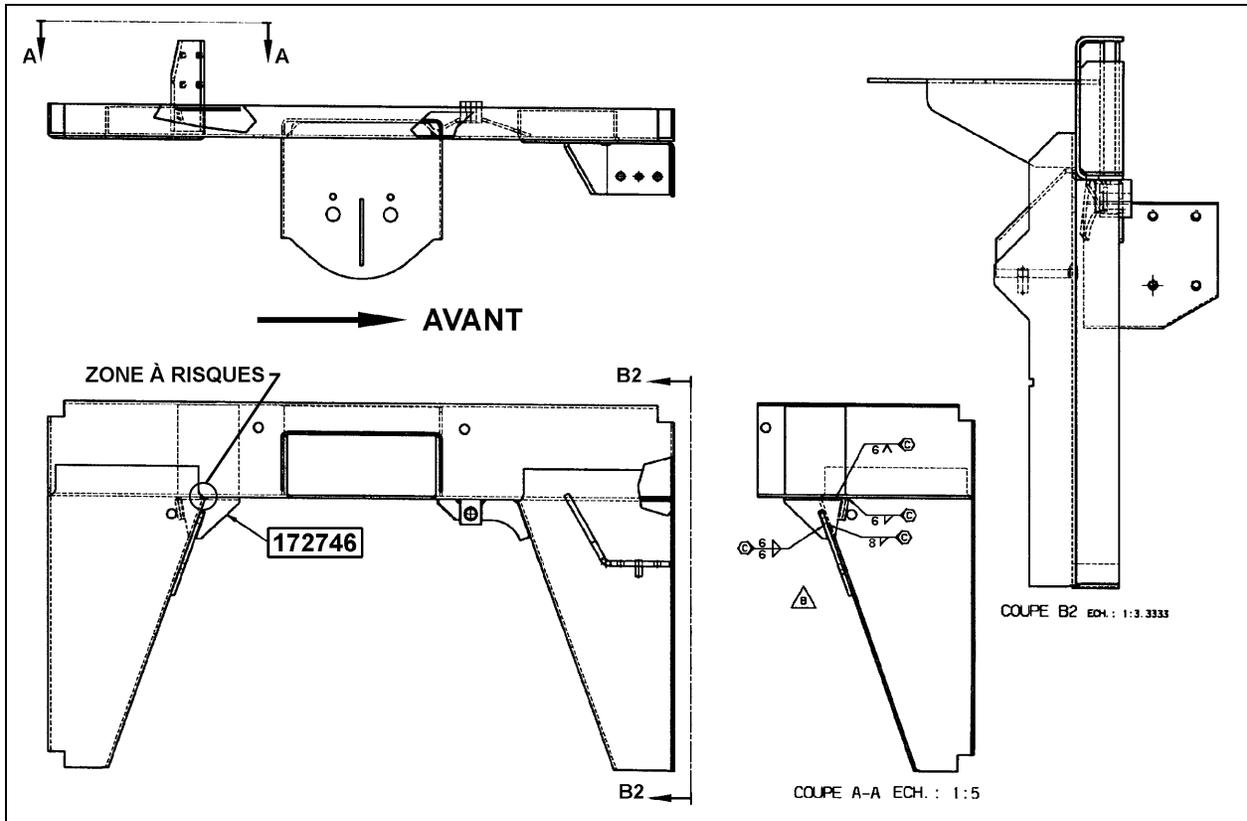

FIGURE 2 : INSTALLATION DE LA PIÈCE DE RENFORT 172746 SUR LE LONGERON DROIT
5. Enlever l'enduit protecteur (Gravel Guard 3M) et toutes traces de rouille près des zones à risques, les zones à risques sont près des quatre colliers fixant les manchons de caoutchouc arrière de la barre antiroulis et sont indiquées aux figures 2 et 3.
6. Vérifier si le sous-châssis avant est fissuré, vérifier si les fissures sont superficielles en meulant la zone affectée pour faire disparaître la fissure. Si la fissure est superficielle, gouger ou meuler jusqu'au métal sain puis souder la fissure en vous référant au paragraphe : **Soudure acier - acier**. Ajouter les pièces de renfort en vous référant aux cotes de soudure des figures 2 et 3.
7. Si le sous-châssis avant n'est pas fissuré, ajouter les pièces de renfort en se référant aux cotes de soudure des figures 2 et 3.
5. Souder les pièces de renfort tel que montré à la figure 2 en suivant les spécifications indiquées au paragraphe : **Soudure acier – acier**.